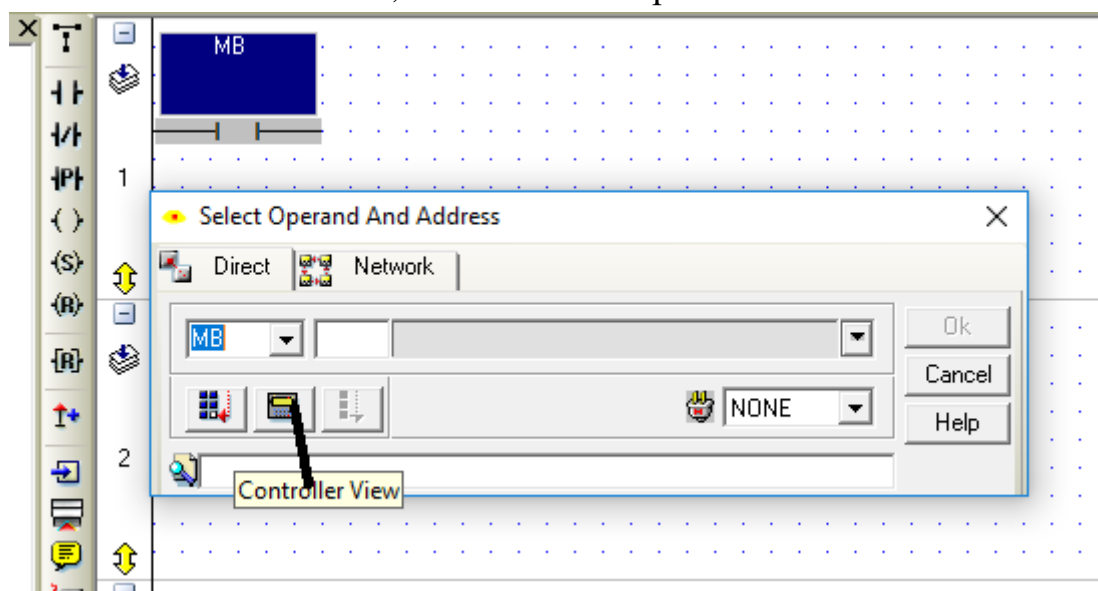

Рис. 2.2. Обираємо операнд Controller View
2. Щоб задіяти одну з кнопок контролера, у вікні вибору операнд натискаємо Controller View, як показано на рис. 2.2.